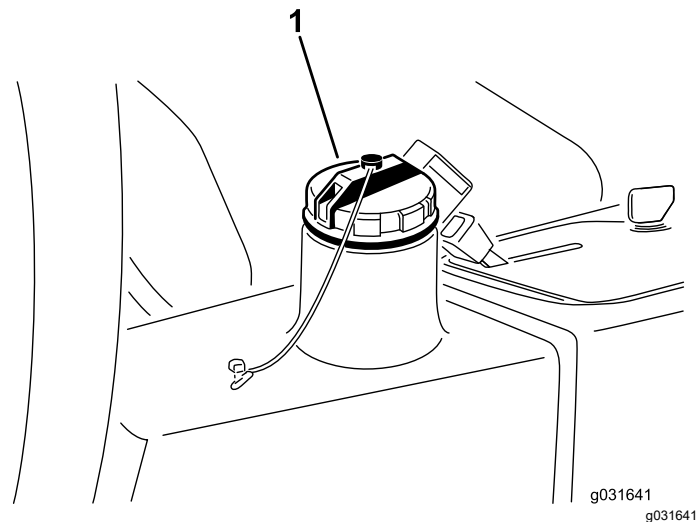

Figura 66
4. Riempite il serbatoio idraulico (Figura 66) con circa 13,2 litri di fluido idraulico; fate riferimento a Specifiche del fluido idraulico \(pagina 55\) e Controllo del livello del fluido idraulico \(pagina 55\).